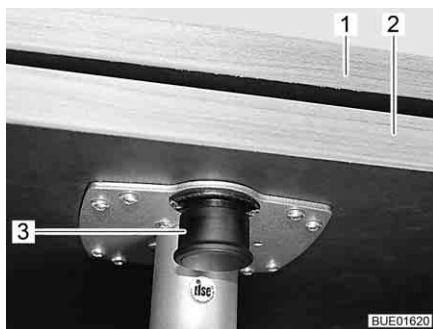

Fig. 136 Rallonge de table pivotante
- Tirer le bouton (Fig. 136,3) du dispositif de verrouillage vers le bas et sortir la rallonge de table (Fig. 136,2).
- Faire pivoter la rallonge de table (Fig. 136,2) sous le plateau de table (Fig. 136,1) jusqu'à ce le dispositif de verrouillage s'enclenche de façon perceptible.